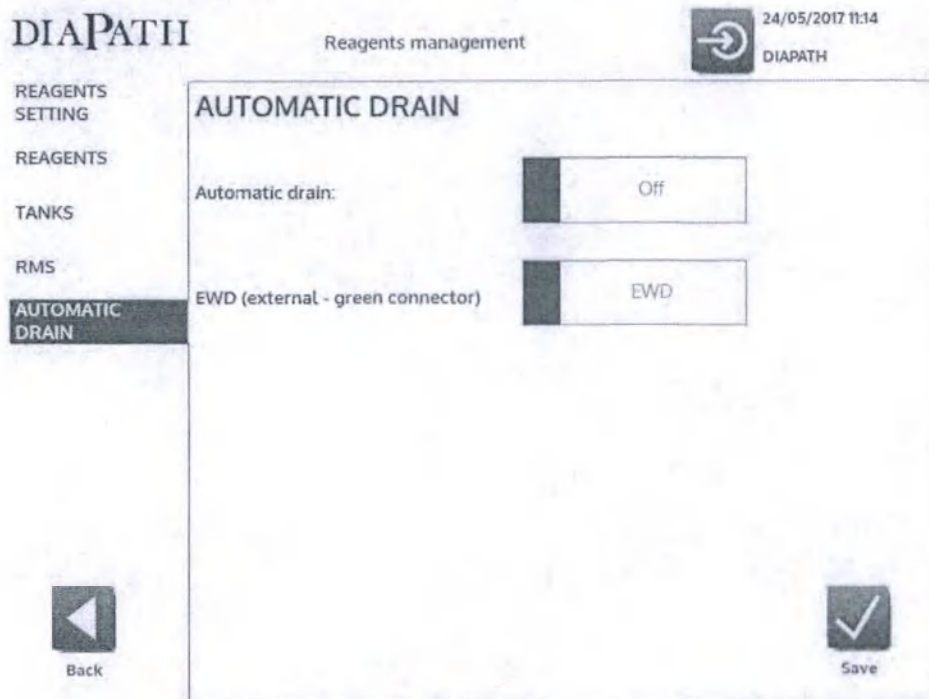

Рисунок 57.
- **Автоматический слив:** автоматический слив используется для автоматического слива израсходованного парафина во время обработки (**Рисунок 57**). В этом случае, если счетчик расхода парафина, используемый в протоколе обработки, превышает заданный предел, парафин будет слит не в первоначальное положение, а в пустую внутреннюю емкость (PWD) или во внешнюю емкость через шланг (EWD).